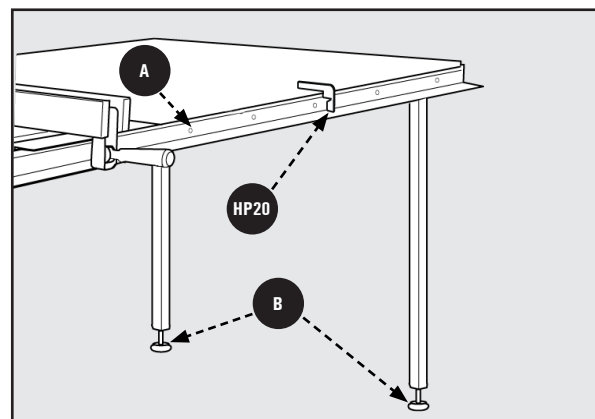

Figura 13
8. Taladre agujeros de 1/4 de pulgada a través de los agujeros del carril **A** en la mesa de madera en los carriles delanteros y traseros. Vea la Figura 13.